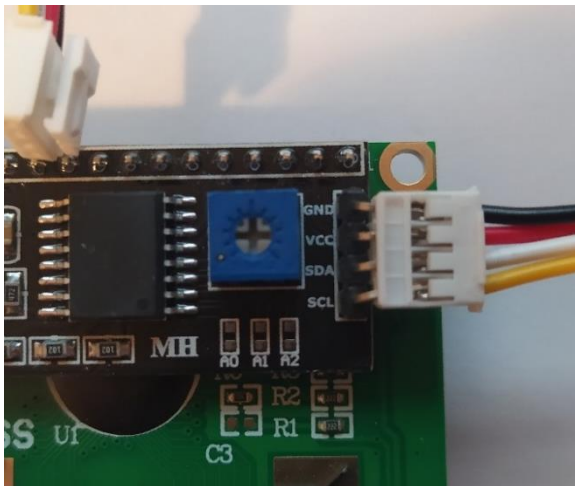
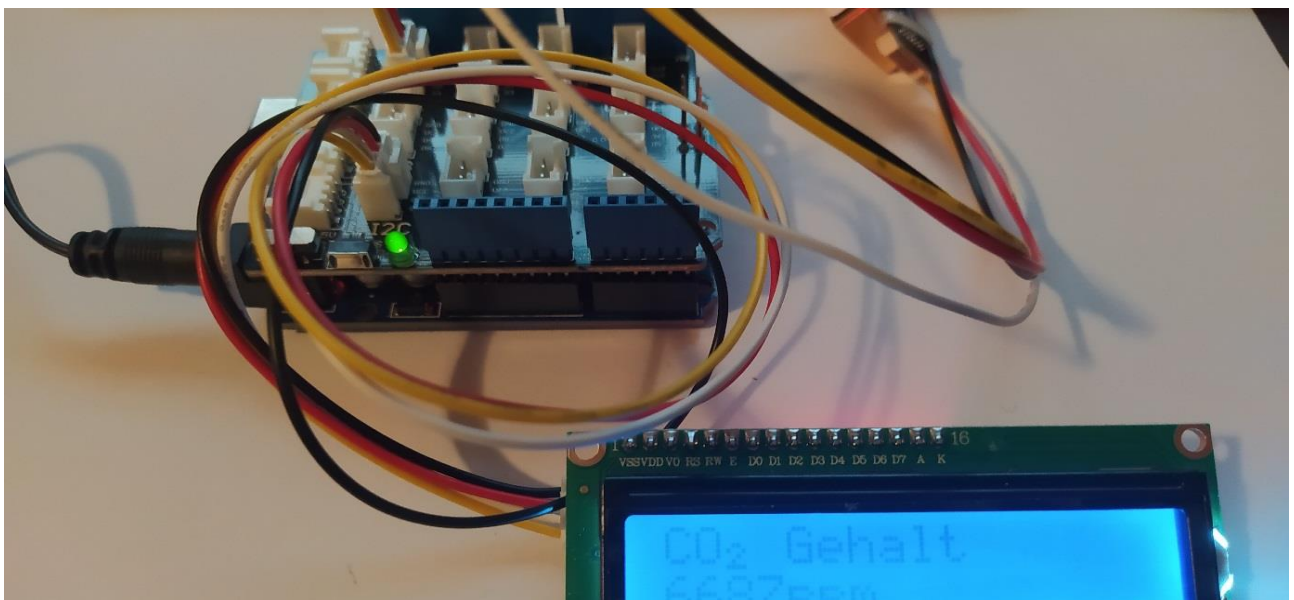

Abbildung 8 LCD-Display mit I2C-Kabel
Abbildung 10 Fertiger CO₂-Sensor mit LCD-Display
- Das 16x2 Display wird ebenfalls mit einem I2C-Kabel versehen (vgl. Abb. 8) und in einen beliebigen I2C-Port des Base-Shields gesteckt (vgl. Abb. 10).
- Wird der Arduino nun per Steckernetzteil oder USB-Kabel mit Strom versorgt, kann die Software aufgespielt werden (vgl. Abb. 10).